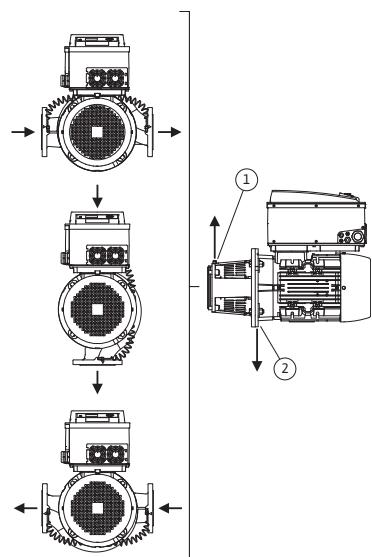
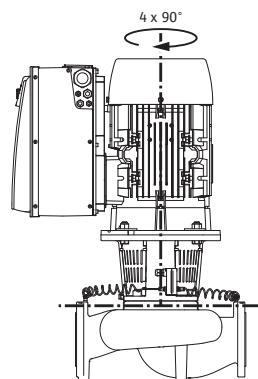

Fig. 18: Tillåtna monteringslägen med horisontell motoraxel
Fig. 19: Tillåtna monteringslägen med vertikal motoraxel
De tillåtna monteringslägena med horisontell motoraxel och elektronikmodul uppåt ( $0^\circ$ ) visas i fig. 18. De tillåtna monteringslägena med sidmonterad elektronikmodul ( $+/- 90^\circ$ ) syns ej på bild. Alla monteringslägen utom "elektronikmodul nedåt" ( $-180^\circ$ ) är tillåtna. Avluftringen av pumpen garanteras endast om avluftningsventilen pekar uppåt (fig. 18, pos. 1).
Endast i denna position ( $0^\circ$ ) kan det kondensat som bildas föras bort via ett tillgängligt borrhål, pumplanterna samt motor (Fig. 18, pos. 2). Ta härtill bort proppen på motorflänsen.
De tillåtna monteringslägena med vertikal motoraxel visas i fig. 19. Alla monteringspositioner utom "motorn nedåt" är tillåtna.
- Avluftningsventilen på lanternan (fig. 6, pos. 1.31) måste alltid vara riktad uppåt vid en horisontell motoraxel (fig. 6). Vid en vertikal motoraxel är alla riktningar tillåtna. Se även Fig. 18: "Tillåtna monteringslägen med horisontell motoraxel" på sidan 17 resp. Fig. 19: "Tillåtna monteringslägen med vertikal motoraxel" på sidan 17.